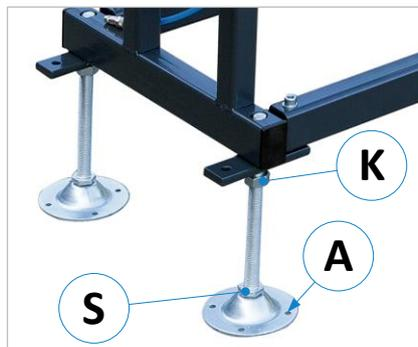
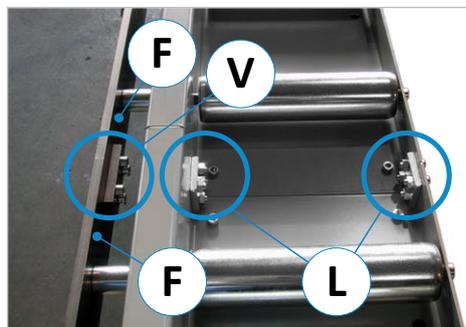

Abbildung 4: Stellfüße zur Nivellierung
Abbildung 5: Flachstahl & Segmente verbinden
- Dann müssen die gelieferten Rollenbahn-Segmente mit den beiden Verbindungslaschen Laschen (L) durch Verschraubung miteinander verbunden werden (⇒ Abbildung 5).
- Die vertikal montierten Führungs-Flachstähle (F) der Rollenbahn mit der angeschraubten Verbindungslasche (V) fest miteinander verschrauben (siehe ⇒ Abbildung 5).
- Beim Anbringen der Verbindungslasche (V) ist darauf zu achten, dass die Flachstähle exakt bündig zueinander fluchten → Der Luftspalt zwischen den Flachstählen sollte so gering wie möglich sein.
Wenn alle Teile der Rollenbahn zusammengebaut und exakt zur Maschine ausgerichtet sind, verankern Sie die Rollenbahn über die vier Bohrungen (A) in den Fußplatten mit Schwerlastdübeln im Boden (⇒ Abbildung 4).